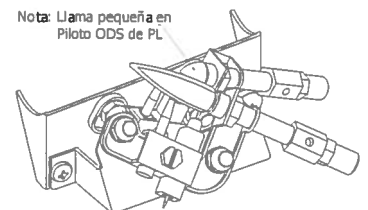

Fig. 16 - Piloto
4. Espere cinco (5) minutos para que se vacíe todo el gas. Luego huela en busca de gas, incluyendo cerca del piso. Si huele gas, ¡ALTO! Siga "B" en la información de seguridad a la izquierda de esta etiqueta. Si no huele a gas, vaya al siguiente paso.
5. Gire la perilla de control hacia la izquierda  a la posición "PILOT" (Ver Fig. 16). Oprima la perilla de control.
7. Mantenga oprimida la perilla de control durante (30) segundos después de que el piloto encienda. Suelte la perilla de control.
- Si el piloto se apaga repita los pasos 3 al 7. Espere (1) minuto antes de intentar encender el piloto de nuevo. Si después de varios intentos el piloto todavía se apaga, gire la perilla de control hacia la derecha  a la posición "OFF" y llame a un técnico de servicio calificado.